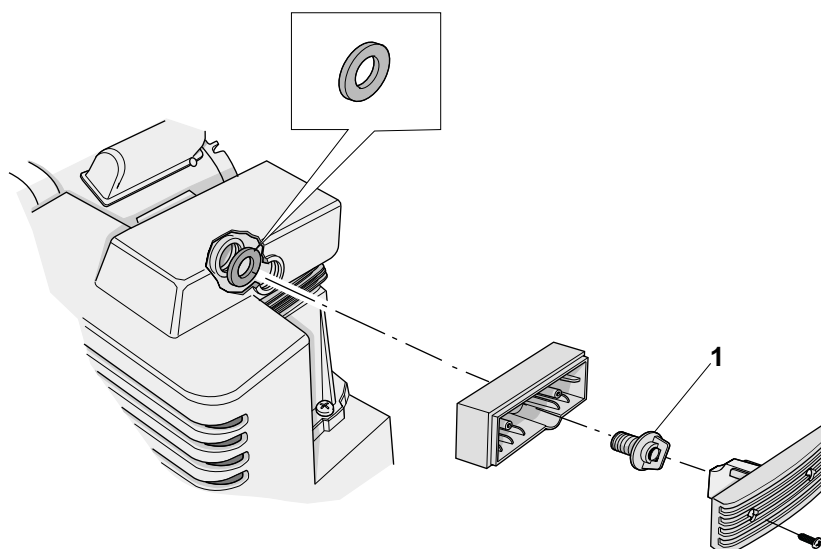

FIGURA 1
- remova o parafuso plástico 1, utilizando um alicate universal (figura 1);